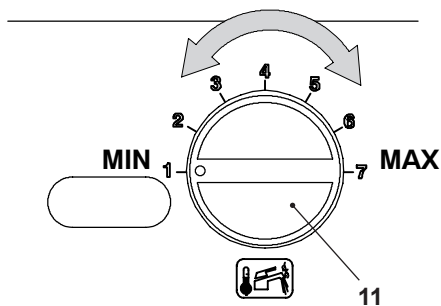

Fig. 9.13
- Ruotare la manopola regolazione temperatura sanitari 11 in Fig. 9.13 al minimo, sul display LCD compare la seguente visualizzazione (la sequenza **P09** si alterna a **01**).